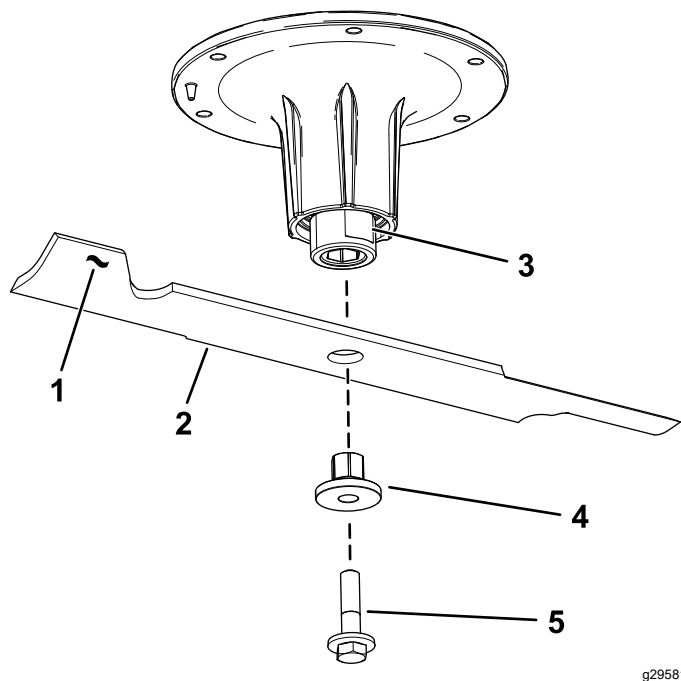

Bild 79
2. Entfernen Sie die Messerschraube, Buchse und das Messer von der Spindelwelle (**Bild 79**).